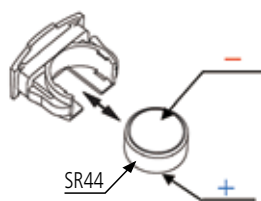

Fig. 1
3. Utilice una batería SR44 (**Código No.938882**). (**Fig. 1**)